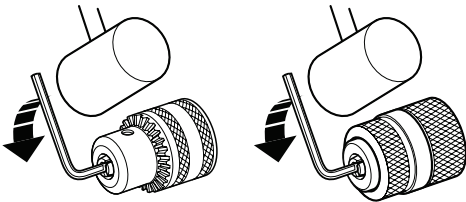

IMAGEN 3
7.3 Extracción y nuevo acoplamiento del portabrocas (IMAGEN 3)